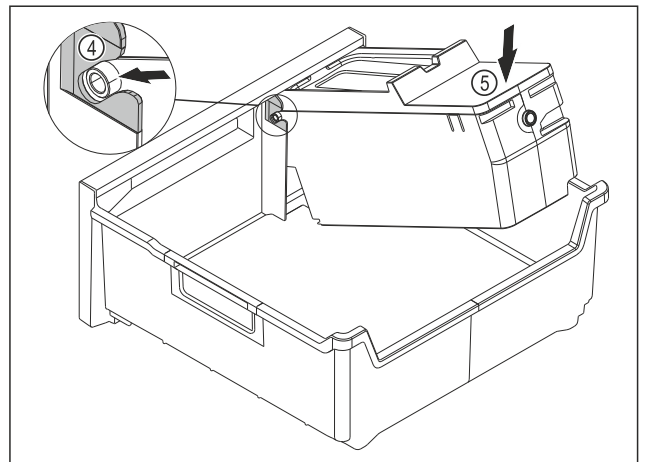

Fig. 109
- ▶ EasyTwist-Ice-Korpus montieren: Achsen des EasyTwist-Ice-Korpus in die Führungen Fig. 109 (4) einschieben.
- ▶ EasyTwist-Ice-Korpus Fig. 109 (5) hinten nach unten drücken.